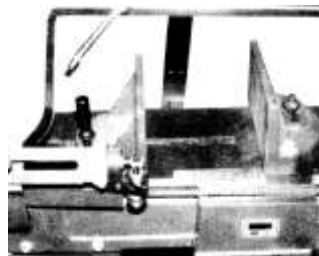

fig. 9
1. Placez une équerre de machiniste à proximité de l'étau comme illustré à la fig. 9.